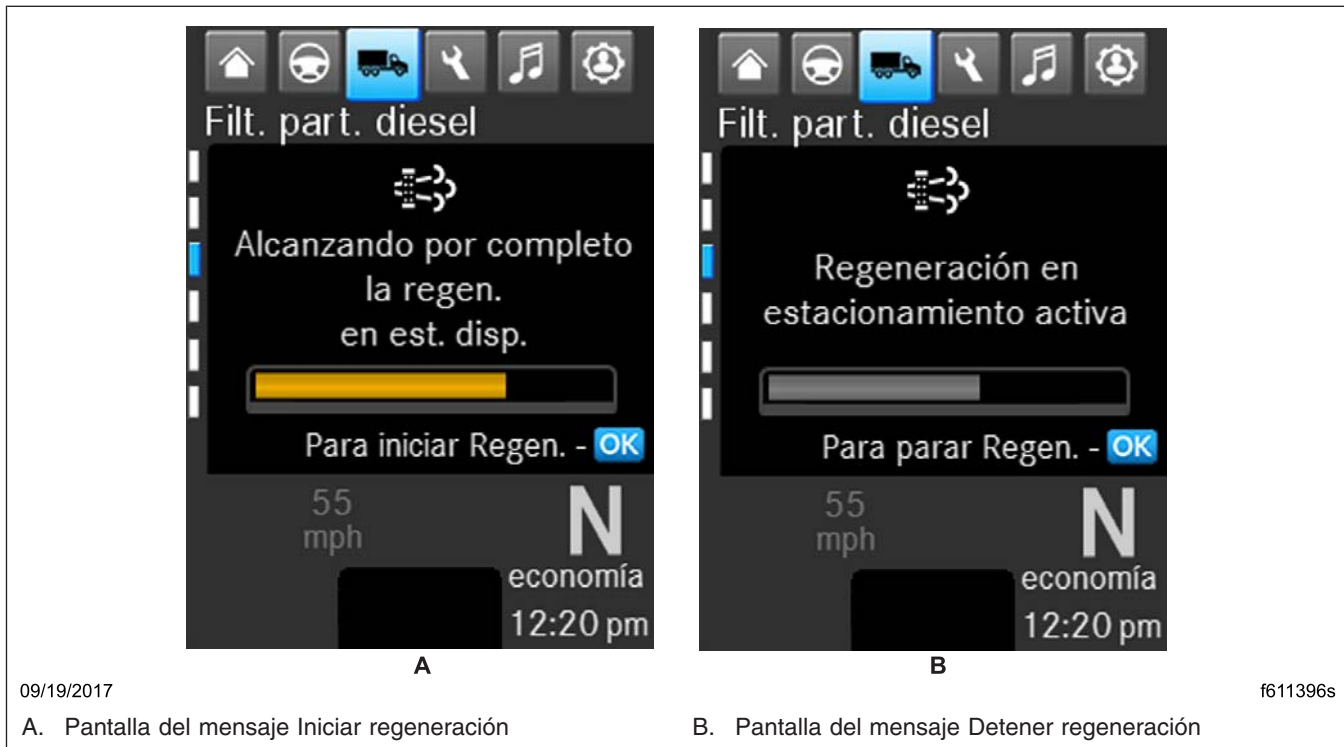

Figura 12.1, Pantallas de mensajes de Regeneración estacionada
Cuando las condiciones de funcionamiento no permitan la limpieza del filtro ATD mediante una regeneración activa o pasiva, el vehículo puede requerir una **regeneración estacionada** activada por el conductor. Al ocurrir esto, la pantalla de visualización del conductor muestra un mensaje que indica que se requiere una regeneración. Vea la **Figura 12.1**. El conductor tiene que acelerar el vehículo hasta la velocidad de carretera para aumentar los esfuerzos (y así iniciar una regeneración activa), o estacionarlo e iniciar una regeneración estacionada. Vea *Operaciones de regeneración*, a continuación, para conseguir las instrucciones sobre cómo iniciar una regeneración estacionada.
La regeneración inicia al seleccionar OK cuando la pantalla de visualización del conductor muestra "Parked Regen Required" (se requiere regeneración estacionada). Vea la **Figura 12.1**. Si el vehículo está equipado con el interruptor opcional STOP REGEN (detener regeneración), se puede detener la regeneración estacionada al seleccionar OK mientras la regeneración está en curso. Vea la **Figura 12.1**.
3. Seleccione OK cuando se muestre la pantalla del DPF en la pantalla de visualización del conductor. Vea la **Figura 12.1**. Seleccione OK otra vez para confirmar la regeneración. Al iniciarse el proceso de regeneración, las rpm del motor se incrementan y la luz HEST se enciende para in-